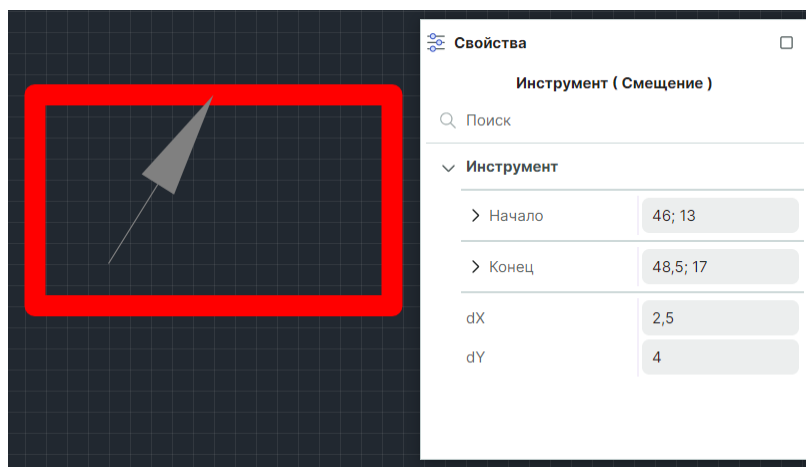

Рис. 368 Выбор точки редактирования для выполнения смещения объекта
3. Выберите точку, от которой будет рассчитываться перенос (смещение объекта), см. Рис. 368.